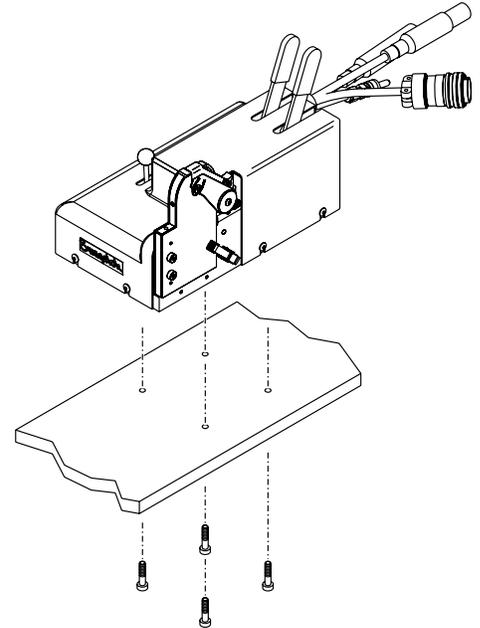

図 4：ウェルド・ヘッドを作業台に取り付ける
5. 適切な長さの 4 本の 1/4 インチ・サイズ×20 ロック・ネジ（付属品ではありません）を、作業台を通してウェルド・ヘッド・ユニットに差し込みます。図 4 をご参照ください。